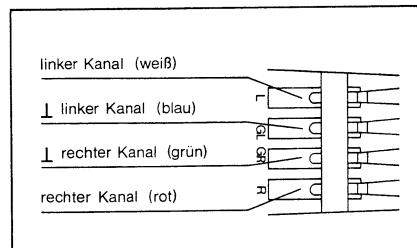

Fig. 13
3. Die Anschlüsse am Systemträger sind gekennzeichnet, die Anschlußlizen sind farbig (Fig. 13). Verbinden Sie die Anschlußlizen des Systemträgers mit den entsprechenden Anschlußstiften des Tonabnehmersystems.